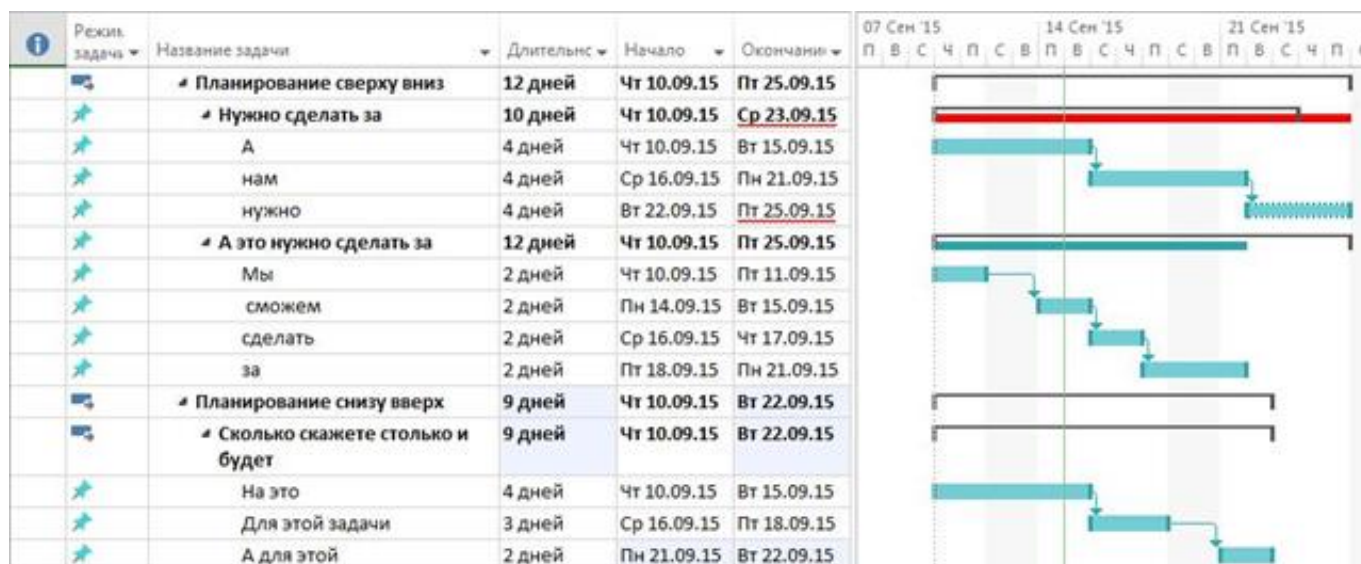

Рисунок 22 – Отличия планирования сверху-вниз и снизу-вверх
3. Проводится анализ сроков, заданных руководителем, и сроков, запрашиваемых исполнителем (Рисунок 22).